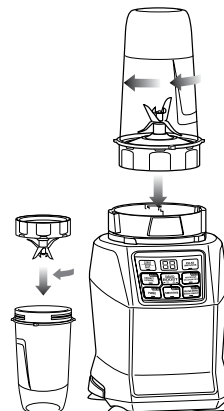

Fig. 1
- 4 Placez le jeu de lames Pro Extractor BladesMC dans le gobelet et vissez-le fermement dans le sens horaire, jusqu'à ce qu'il soit bien scellé. (Fig. 1)